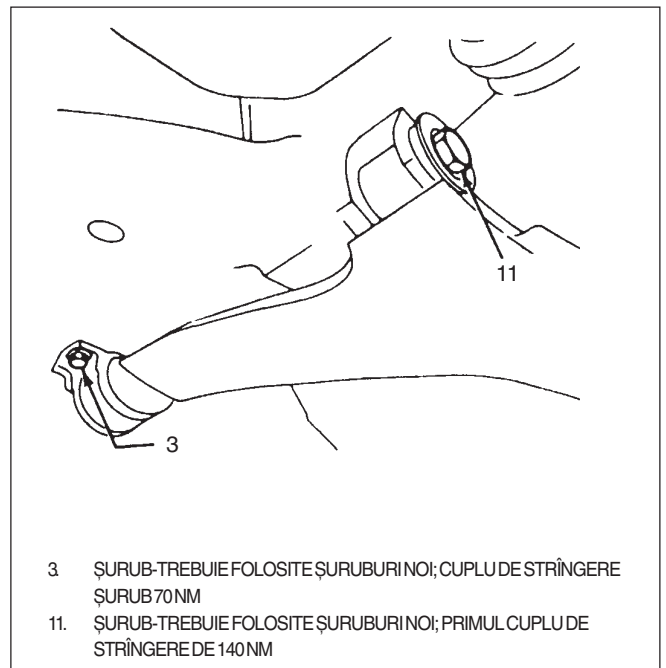

Fig. 10 Prinderea brațului inferior
**Se demontează sau se deconectează (Fig. 10)**